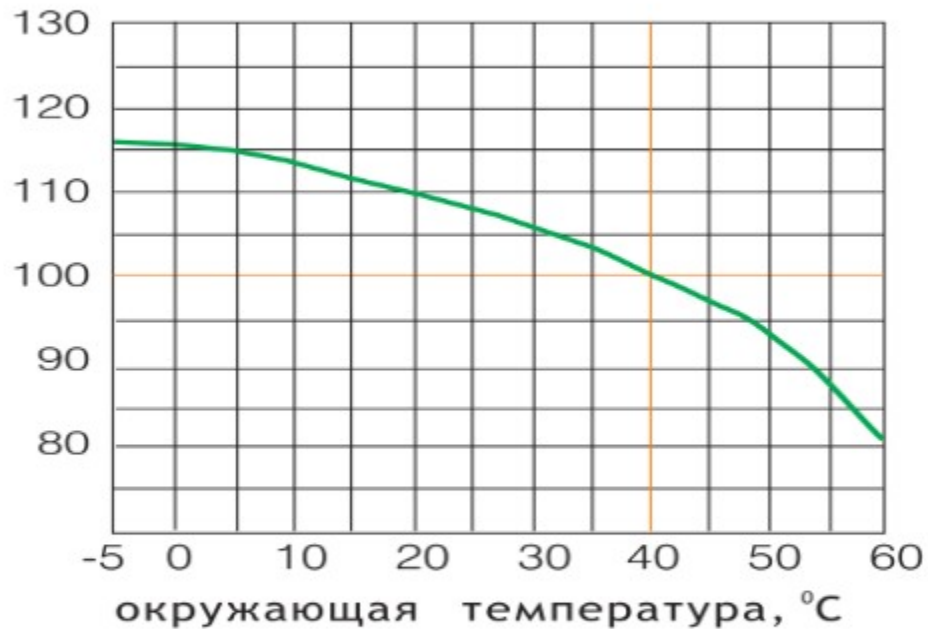

Рис.2
3.11. При применении выключателей с температурой окружающей среды отличной от 40С следует применять температурный коэффициент рис. 2